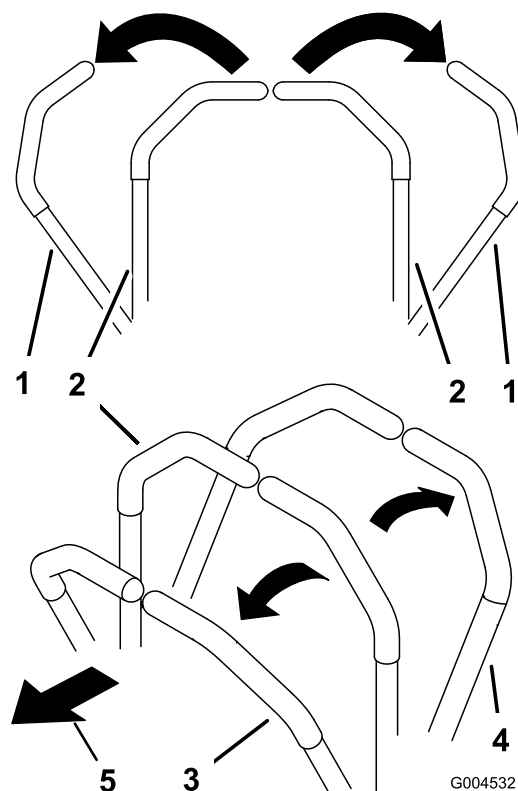

Figura 23
- Para mover para a frente empurre as alavancas de controlo do movimento para a frente (Figura 23).
- Para mover para trás, puxe lentamente as alavancas de controlo do movimento para trás (Figura 23).
- Para rodar, desacelere a máquina puxando para trás ambas as alavancas e depois empurrando para a frente a alavanca do lado oposto daquele que quer virar (Figura 23).